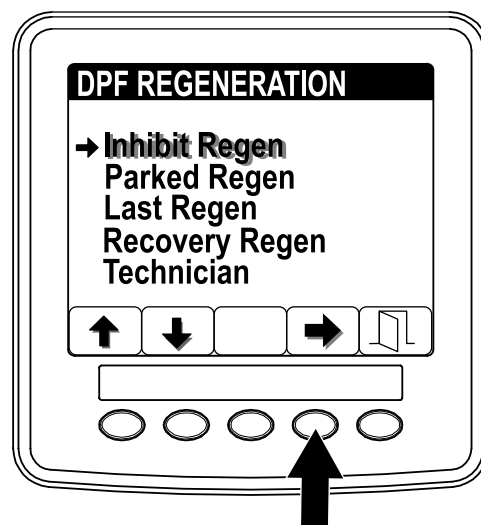

Figura 43
1. Acceda al menú DPF Regeneration (Regeneración de DPF) y pulse los botones 1 o 2 para desplazarse hacia abajo, hasta la opción INHIBIT REGEN (Inhibir regeneración) (Figura 43).
2. Pulse el botón 4 para seleccionar la opción Inhibit Regen (Inhibir regeneración) (Figura 43).